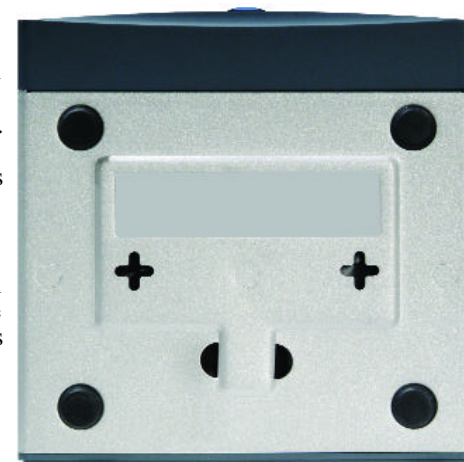

Figura 3-4
1. Las dos ranuras para montaje en pared tienen forma de cruz y se encuentran en el panel inferior del conmutador, como se muestra en la figura 3-4. Fije dos tornillos en la pared de modo que queden alineados con las ranuras de montaje en pared del conmutador.